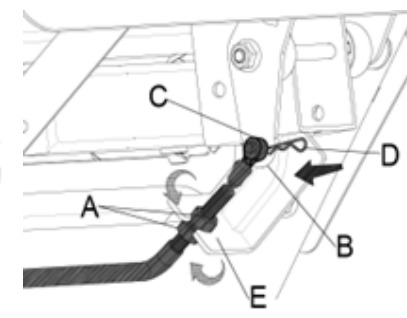

Рис. 9
- Перед тем, как вставить конец троса управления крышкой желоба (Рис. 9) на место, ослабьте два винта А (Рис. 9).
- Закрепите его на стержне ((B), Рис.7) с помощью штифта В ((D), Рис. 9), затем затяните два винта на основании ((E), Рис. 9) чтобы закрепить кабель.